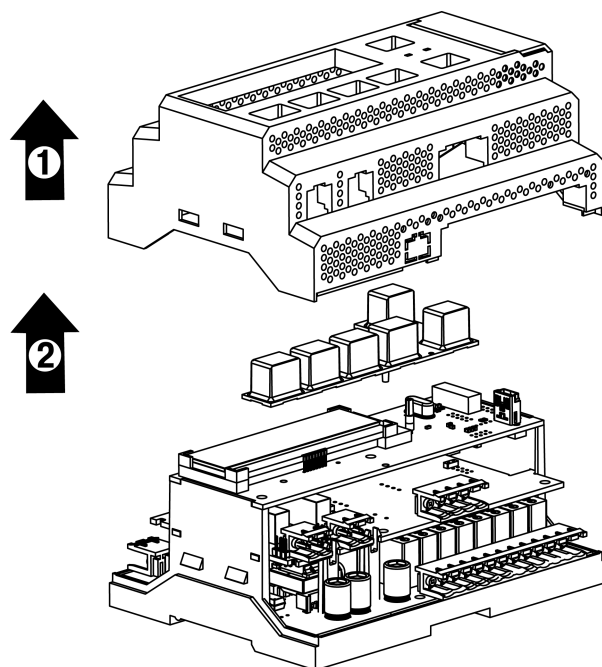

Рисунок 4.2 – Отделение верхней крышки и клавиатуры
4. Снять крышку (см. рисунок 4.2, стрелка 1). Убрать клавиатуру (стрелка 2).